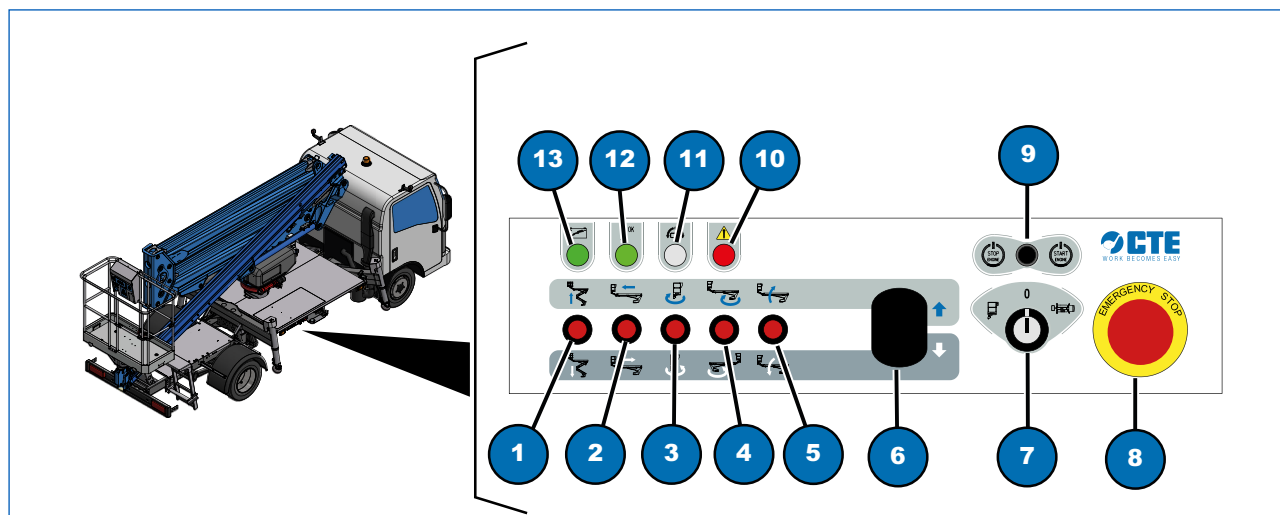

Fig. 4.4
La leva proporzionale (Fig. 4.4, 6) può avere anche la funzione di stabilizzazione automatica (OPTIONAL). Per ulteriori informazioni e procedure vedere Capitolo 15
- uno all'interno del quadro comandi terra (Fig 4.4);